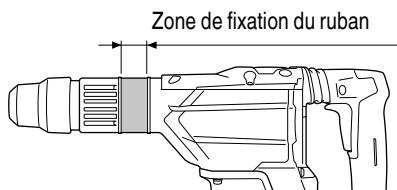

Fig. 3
(2) Placer le ruban sur la zone de fixation du ruban et poser les deux orifices de la bande sur la portion en T du boulon de la poignée. (Fig. 3, 4)